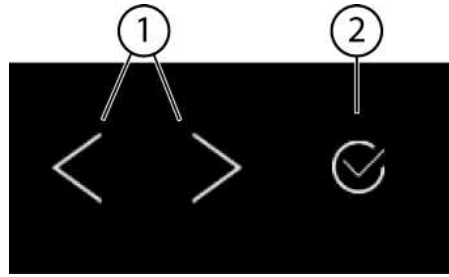
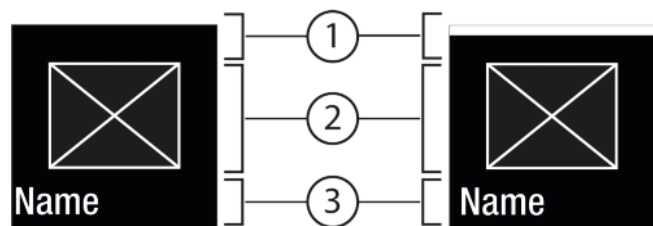
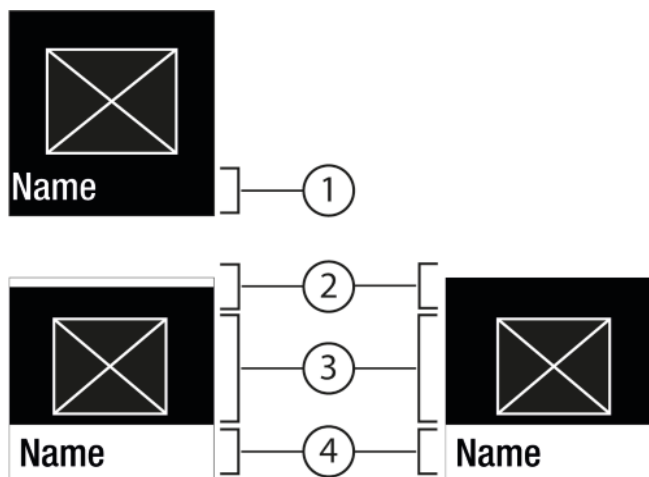

Fig. 5
Fig. 6
Fig. 7
- (1) Навигационная стрелка влево / вправо
(2) Подтвердить
Навигационная стрелка влево / вправо Fig. 5 (1):
Подтвердить Fig. 5 (2):
- Навигация при помощи навигационной стрелки влево / вправо Fig. 5 (1).
- С помощью Подтвердить Fig. 5 (2) активировать Fig. 6 (1) / деактивировать Fig. 6 (1) функцию / настройку.
- С помощью Подтвердить Fig. 5 (2) вызвать Подменю Fig. 7 (4).
- Установка нового значения: С помощью Подтвердить Fig. 5 (2) выбрать деактивированное значение Fig. 6 (1).
- Назад в меню: С помощью Подтвердить Fig. 5 (2) выбрать уже активированное значение Fig. 6 (2).
- ▶ Навигационные стрелки Fig. 5 (1) нажимайте до тех пор, пока не появится индикация функции .
- ▶ Нажмите на Подтвердить Fig. 5 (2).
- ▶ Навигационные стрелки Fig. 5 (1) нажимайте до тех пор, пока не появится индикация функции.
- ▶ С помощью навигационных стрелок Fig. 5 (1) выберите значение настройки.
- ▷ Состояние: активировано Fig. 6 (1) появляется ненадолго в Подменю Fig. 7 (4).
- ▶ Нажимайте навигационные стрелки *Fig. 5 (1)* до тех пор, пока не появится индикация настроек .
- ▶ Нажмите на Подтвердить *Fig. 5 (2)*.
- ▶ Нажимайте навигационные стрелки *Fig. 5 (1)* до тех пор, пока не появится индикация требуемой настройки.
- ▶ Нажмите и удерживайте в течение 3 секунд Подтвердить *Fig. 5 (2)*.